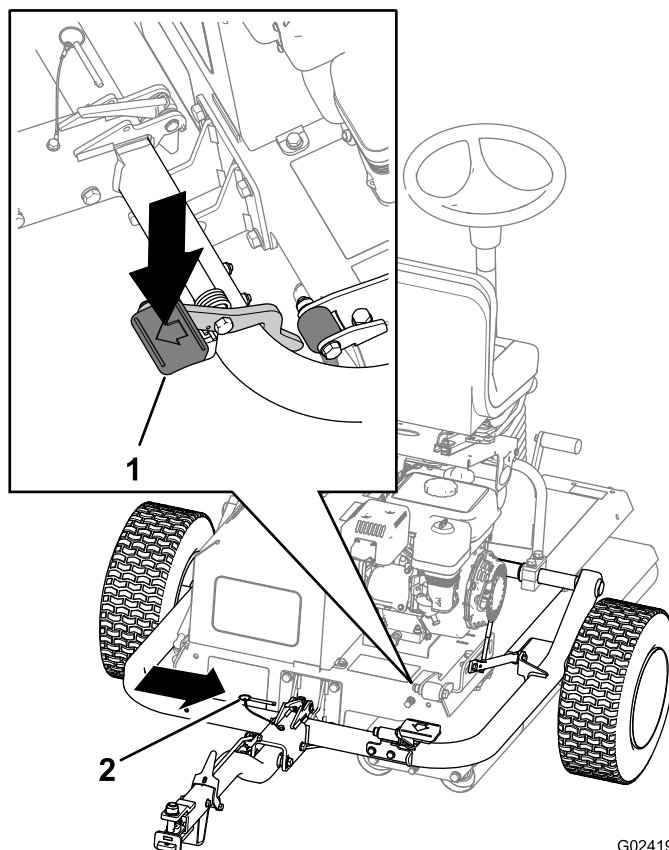

図 18
- C. ヒッチペダルを踏んで、ヒッチをロックする 図 18。
- D. ロッキングピンを入れる 図 18。